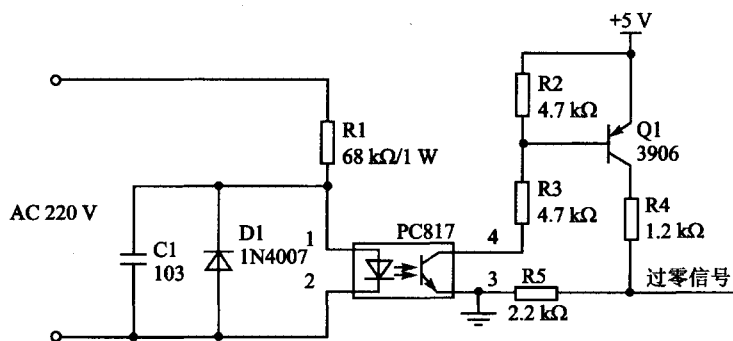

图 18.4 过零检测电路 B
② 只检测正半波、忽略负半波的电路参见图 18.4: 过零检测电路 B。